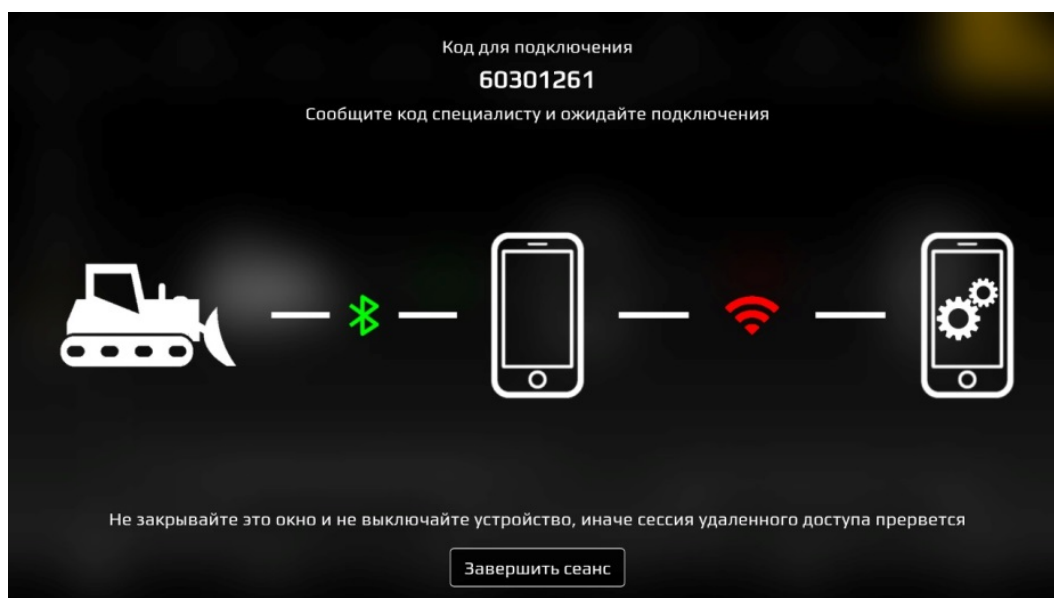

Рисунок 17. Подключение клиента к машине
- на экране подключённого смартфона появляется одноразовый код для подключения сервисной службы (рис. 17), который необходимо сообщить специалисту сервисной службы.